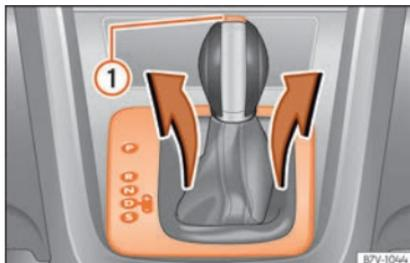

Fig. 52 Démontez le revêtement du champ d'indication des vitesses.
- Tirez le cache vers le haut au niveau du soufflet du levier sélecteur »» fig. 52.
- Appuyez sur la touche de blocage »» fig. 52 ① sur le pommeau du levier sélecteur et placez le levier sur la position **N**.